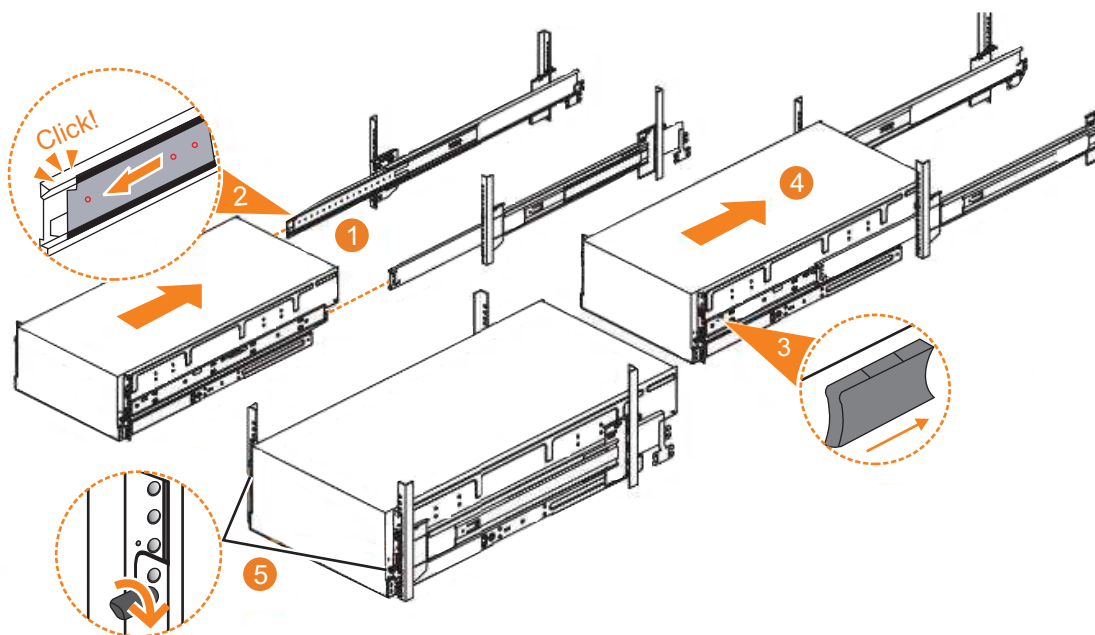

Figura 61. Substituindo o gabinete do 2145-92F no rack
1. Estenda totalmente as seções de gaveta esquerda e direita a partir do rack para travar os trilhos na posição estendida (**1** em Figura 61).
2. Assegure-se de que os retentores de rolamento se encaixem na frente das seções de gaveta esquerda e direita (**2** em Figura 61).
6. Localize as guias de liberação azuis esquerda e direita próximo à frente do gabinete. Pressione ambas as guias de liberação para desbloquear o mecanismo de gaveta (**3** em Figura 61 na página 74).
7. Empurre o gabinete firmemente no rack (**4** em Figura 61 na página 74).
8. Aperte os parafusos de orelha de travamento (**5** em Figura 61 na página 74) para prender o gabinete no rack.